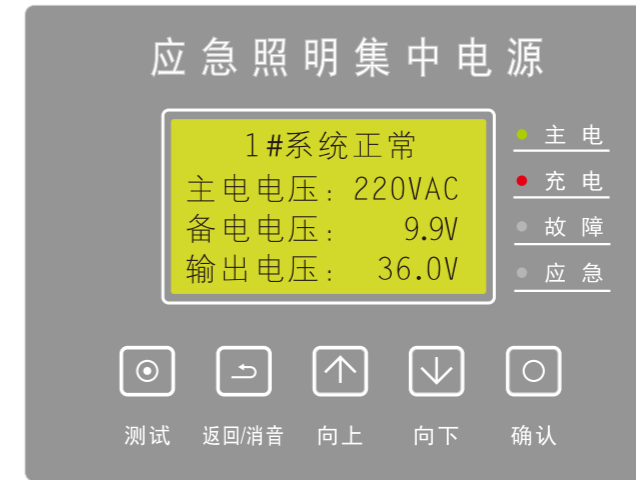
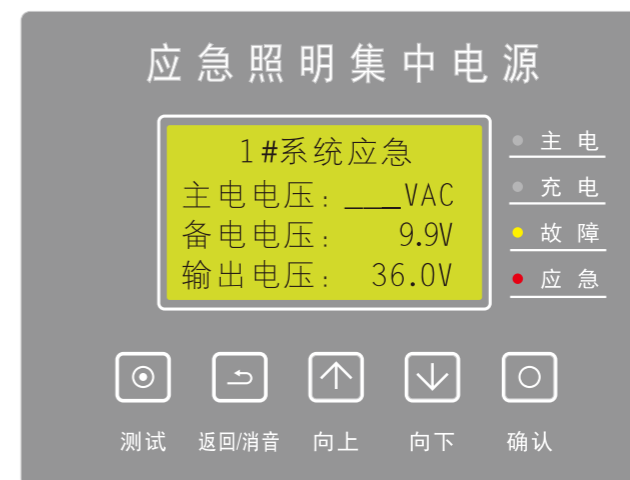

图5.1
图5.7
(1)、系统正常：在主屏时，第一行显示设备当前工作状态，下面显示各项电压参数。显示屏右侧指示灯显示当前电源及系统状态，如图5.1所示。
(6)、系统应急：当AC220V主电电源停电后，设备进入应急状态，显示屏显示【N#系统应急】应急指示灯点亮（如图5.7）；当主电恢复后，系统自动恢复至正常状态，同时电池自动进行充电，如图5.1所示。